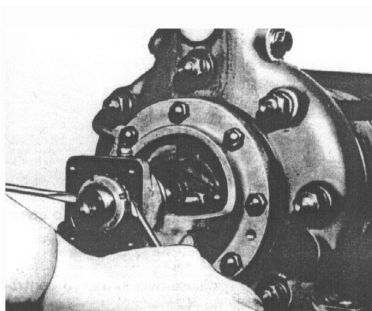

Fig. 4
- Com a Luva de Trava liberada, extrair juntamente Bucha de Fixação do Rolamento, Chapa de Segurança, e Luva de Trava, utilizando duas chaves de fenda apoiadas na face do mancal. (Vide fig. 4)